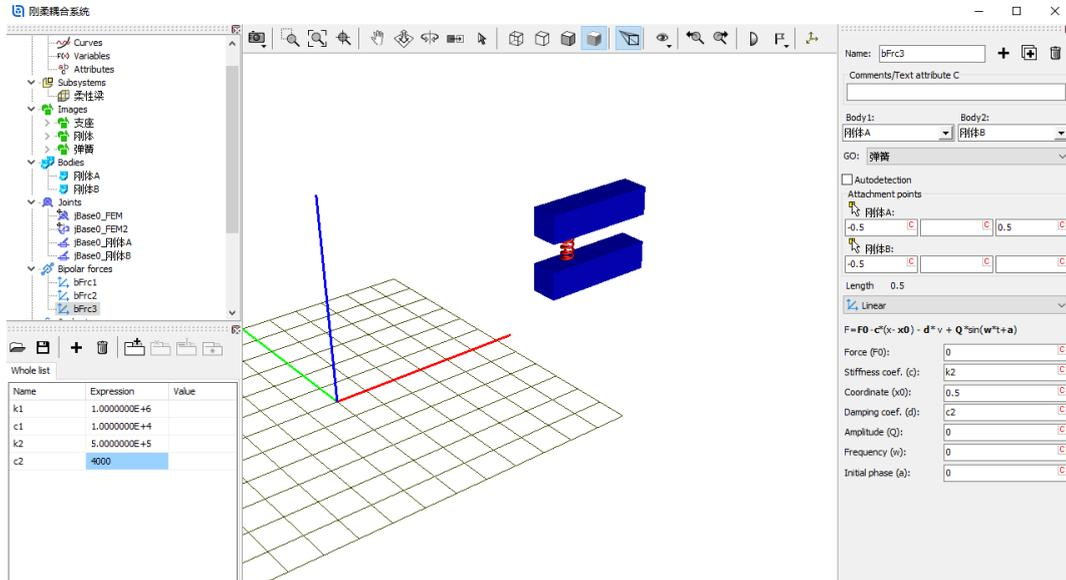

图 2-115
- 15) 复制生成第三个力元，将 **Body1** 改为**刚体 A**，**Body2** 改为**刚体 B**，连接点坐标分别为 **(-0.5, 0, 0.5)** 和 **(-0.5, 0, 0)**，定义刚度系数为 **k2**（赋值 **5.0e5 N/m**），阻尼系数为 **c2**（赋值 **4.0e3 Ns/m**），如图 2-115。